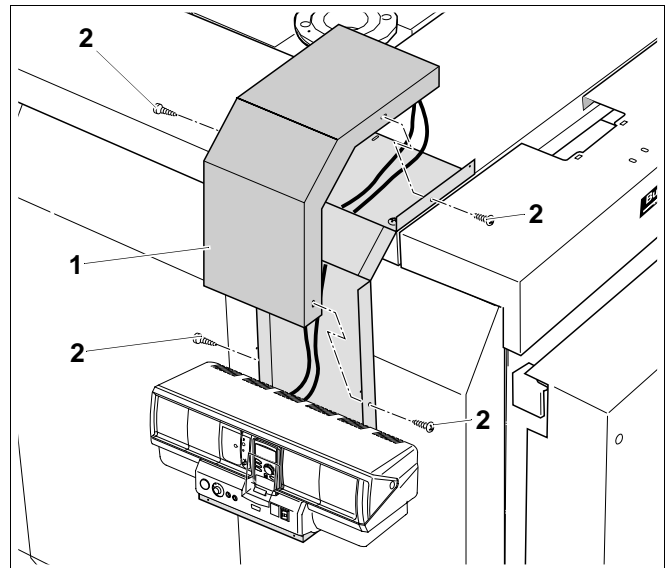

Abb. 5 Abdeckung verschrauben
- Abdeckung (Abb. 5, **Pos. 1**) auf den Träger auflegen und mit je 2 Blechschrauben (Abb. 5, **Pos. 2**) rechts und links verschrauben.